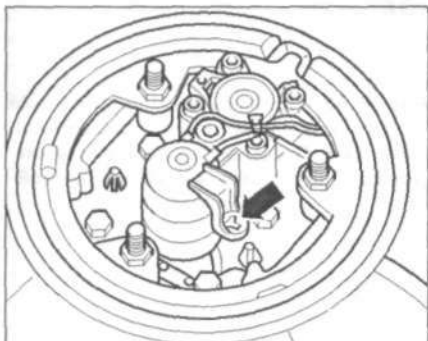

Рис. 5.55. Побрызгайте охлаждающим аэрозолем (стрелка) на датчик, наблюдая за значением температуры.
14. Побрызгайте охлаждающим аэрозолем (стрелка) на датчик, наблюдая за значением температуры (рис. 5.55). Она должна понизиться.